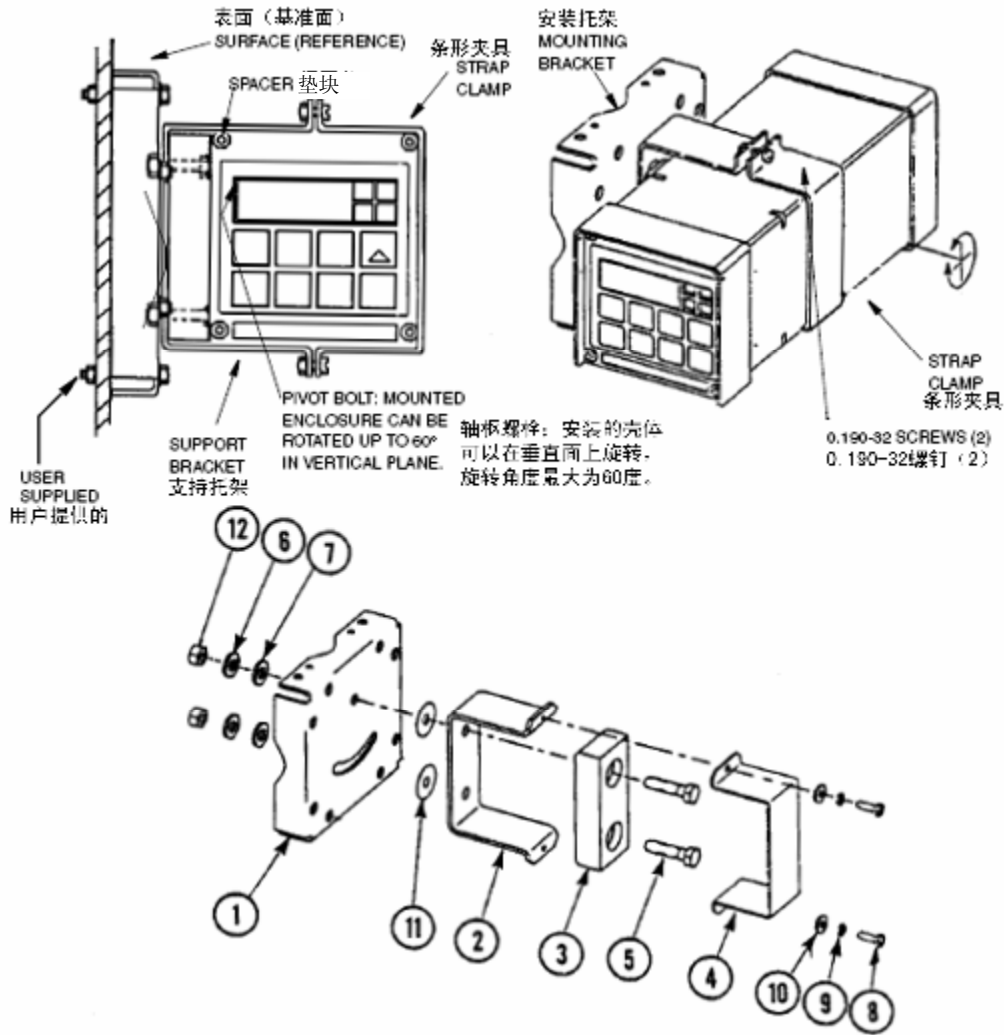

图 6. 金属壳体——固定安装
2. 参考图 6，将安装托架作为模板在安装表面上钻 4 个孔，要注意在安装托架中孔的直径是 8.74mm (0.344 英寸)，此时不要把安装托架装在表面上。
- a. 穿过垫块 (3) 把六角头螺栓 (5) 穿到支持托架 (2) 上。
- b. 在螺栓 (5) 上套上尼龙填圈 (11)。
- c. 将螺栓穿过通用安装托架 (1)，并用件号为 7、6 和 12 的连接件将托架和固定组合件连接在一起。
- d. 把通用安装托架 (1) 装到墙壁上。
4. 将分析仪滑移到支持托架上，并将狭条夹具 (4) 滑移到分析仪上，用两套螺钉、螺母和垫圈将狭条夹具安装在支持托架上以固定分析仪。